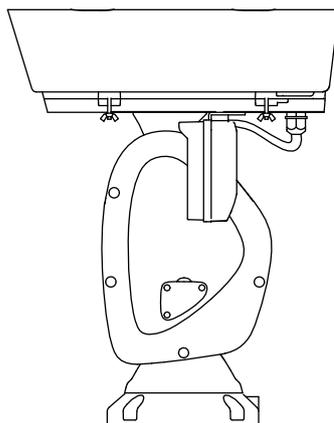

图2-17 锁好护罩
4. 完成设置后, 盖上并拧紧螺母, 以锁紧护罩, 如图 2-17 所示。